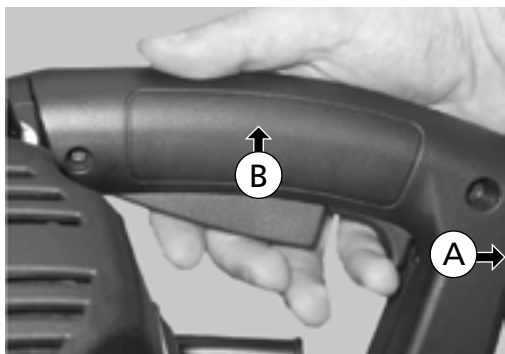

Fig. 11
Pour démarrer la scie à ruban, appuyer d'abord sur l'actionneur de déblocage (A), puis sur l'actionneur de démarrage (B) - (fig. 11).
Éléments des fig. 11 et 12